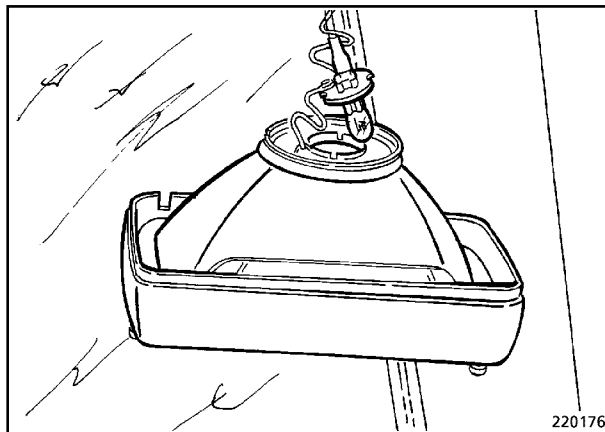

Fig. 5
- Abatir al lado el estribo de sujeción de la bombilla (Fig. 5).